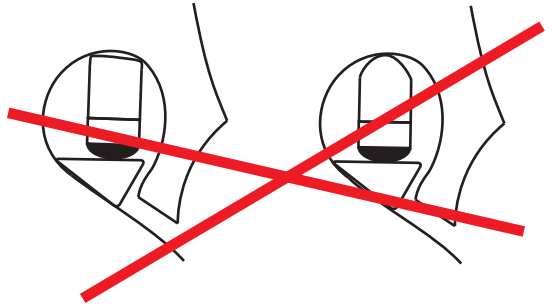

Fig. 2
- Limare la parte superiore del sughero fino a quando la capsula non si inserisce con precisione nel foro. (Se necessario, è possibile utilizzare un coltello affilato per tagliare il sughero prima di limare.) Il lato superiore del sughero deve essere sagomato in modo che corrisponda esattamente alla parte superiore del foro del ponte. Se non lo si fa correttamente (come mostrato nella Fig. 2) si compromettono i risultati sonori.